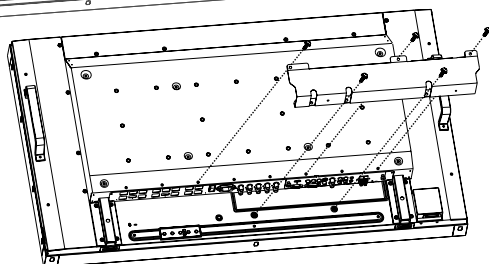

Figure 7
- Utilisez 5 des 10 vis M4 (fournies) pour fixer le cache-câble (Figure 7).